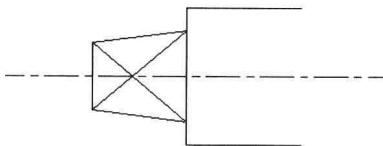

图 3-5-20
(1) 打开素材文件“3-5-6.dwg”，如图 3-5-20 所示。